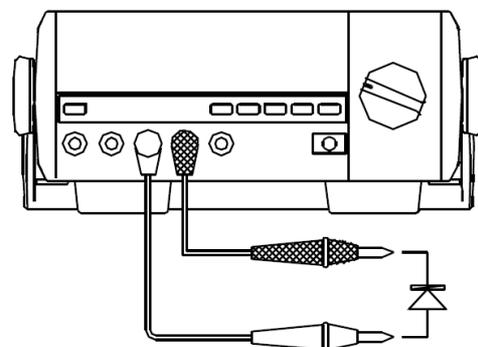

Рисунок 7
E. Проверка диодов (см. рисунок 7)